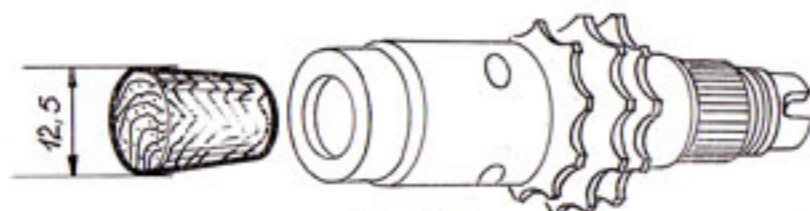

Fig. 13
- Maintenir la tige 20179 avec le tampon de bois (comme pour l'opération n° 3 de démontage). Fig. 13.